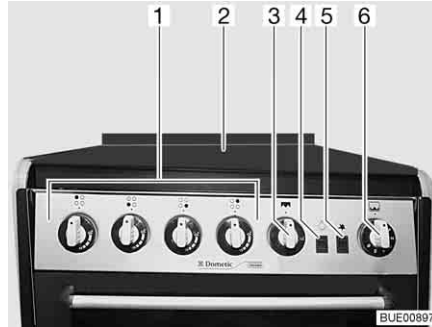

Bild 186 Gasspis med ugn och grill
- Öppna gasspisens lock (Bild 186,2).
- Vrid vridregulatorn (Bild 186,1) till önskad låga till tändningsläge (stor låga) och tryck ned den.
- Tryck på tändknappen (Bild 186,5) tills lågan tänds.
- ▷ Med reglaget (Bild 186,4) tänds och släcks belysningen i ugnen.
- Tryck lätt på vridregulatorn (Bild 186,3) och vrid till tändningsläge (stor låga).
- Tryck lätt på vridregulatorn (Bild 186,6) och vrid den till ett tändningsläge mellan 1 och 6.